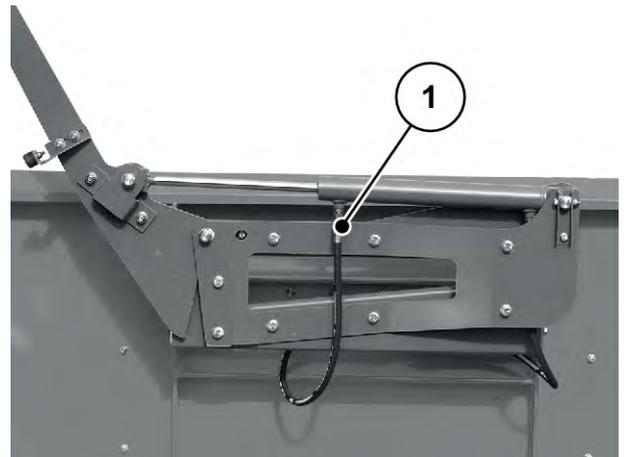

Abb. 102: Hydraulikzylinder Abdeckplane
- die Hydraulikzylinder für den Antrieb der Abdeckplane, *Abb. 102 Hydraulikzylinder Abdeckplane*